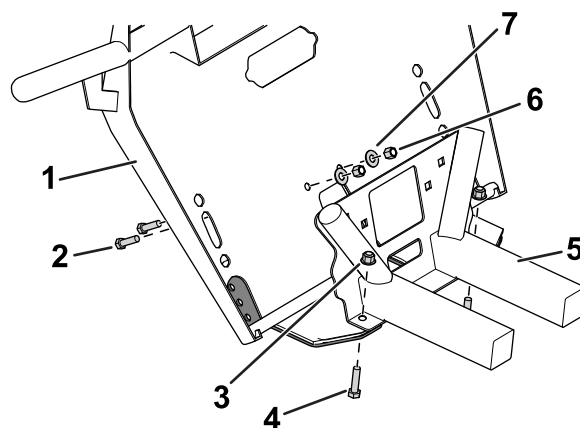

Bild 1
5. Verwenden Sie 2 Schrauben (M10), 2 Bundmuttern (M10), 2 Sechskantschrauben ( $\frac{3}{8}$ " ), 2 Unterlegscheiben und 2 Muttern ( $\frac{3}{8}$ " ), um den Unterfahrschutz lose am Stoßfänger zu befestigen (Bild 1).